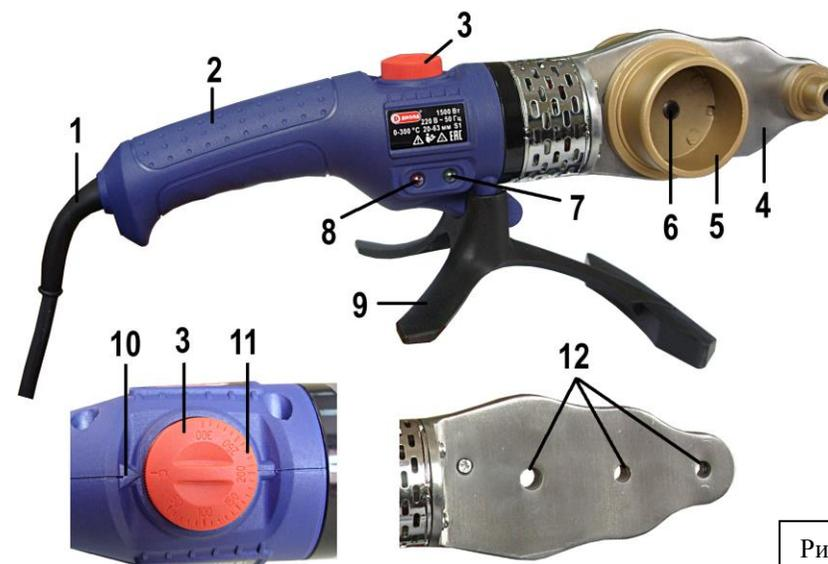

Рис. 1
4.1. Общий вид аппарата показан на рис. 1.
6.2. С обеих сторон нагревательного элемента поз. 4 (рис. 1, 2) в соответствующие с требуемым для работы диаметром труб установите сменные насадки, необходимые для работы, и закрепите их винтами. Насадки необходимо устанавливать так, чтобы наружный диаметр насадки не выходил за поверхность нагревательного элемента. Насадки должны быть чистыми. Внимание! При монтаже насадок помните – тефлоновое покрытие насадок требует аккуратного обращения.